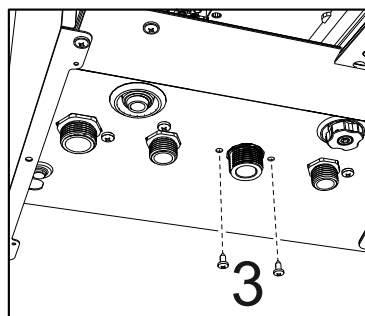

fig. 69 -
- Svitare le viti "3" ("fig. 69 -").